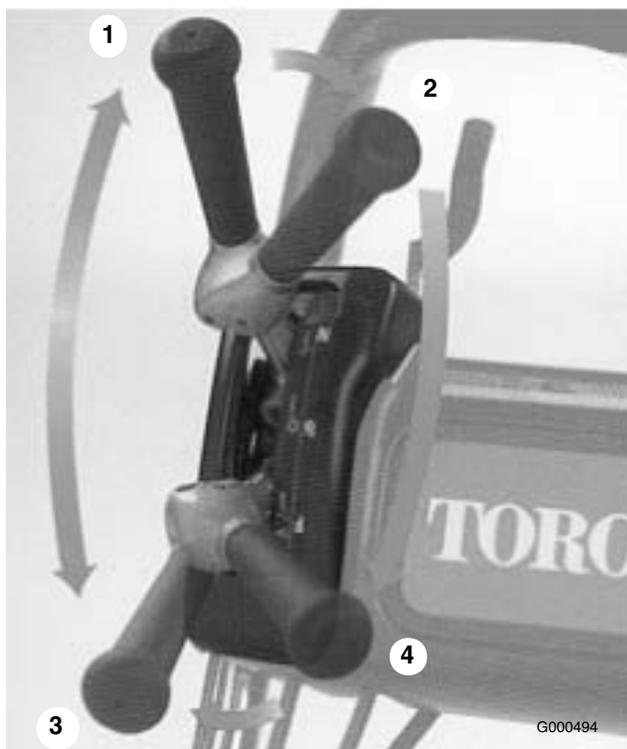

Figura 18
1. Ligue o motor, coloque o regulador a uma velocidade reduzida, empurre o manípulo para levantar a unidade de corte, desloque a alavanca de tracção para a posição Engatado, e leve o cortador até uma ponta do relvado (Figura 18).
2. Coloque a alavanca de tracção na posição Disengaged e engate a transmissão do cilindro (Figura 18).
- Desloque a alavanca de tracção para a posição Engatado, aumente a velocidade até que o cortador se movimente à velocidade desejada, conduza o cortador para o relvado, desça a dianteira do cortador e comece a operação (Figura 18).